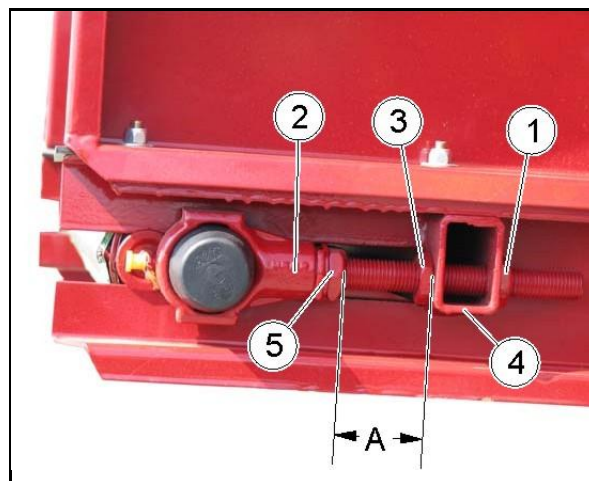

Bild 121
- Ställ in transportbandet rakt med spännmuttrarna (Bild 121/2) om transportbandet går snett eller går mot ramen.